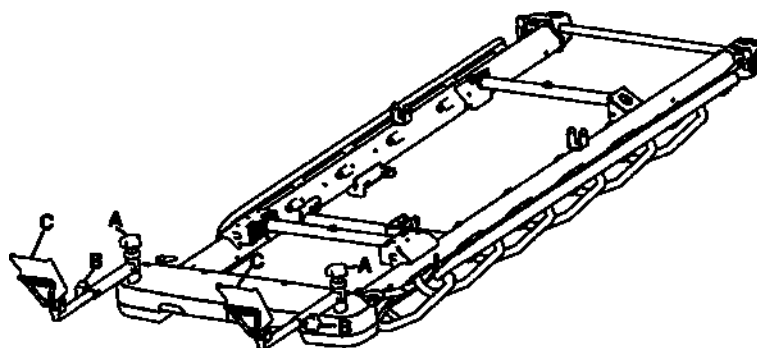

Рисунок 23 – Изменение положения подножек
1. Ослабьте коленную ручку (A) в верхней части подножек, чтобы отрегулировать поперечный угол наклона подножек (Рисунок 23).
2. Затяните коленную ручку (A), чтобы зафиксировать подножки в требуемом положении.